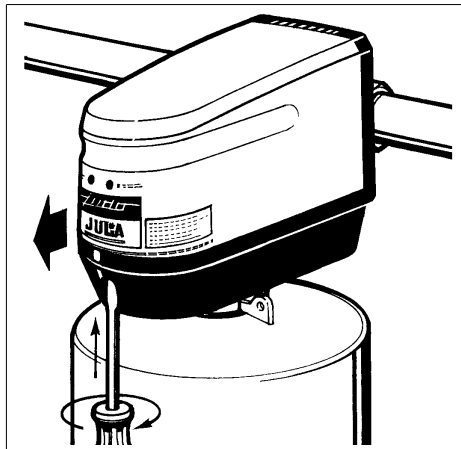

Abb. 13: Abdeckhaube entfernen
- Abdeckhaube (2) entfernen (siehe Abb. 13).